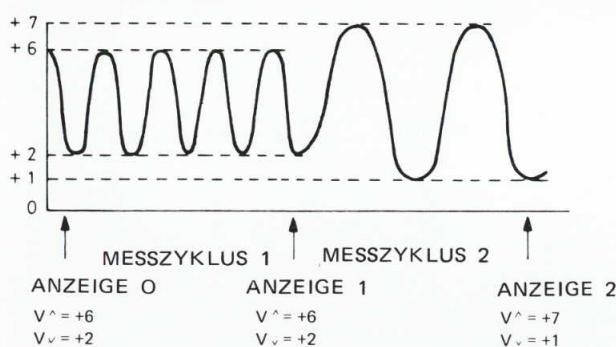

Abb. 18. Messung von V^{\wedge} und V_v bei internen Start.
- Interner Start der Messungen (INT START, Abb. 18)